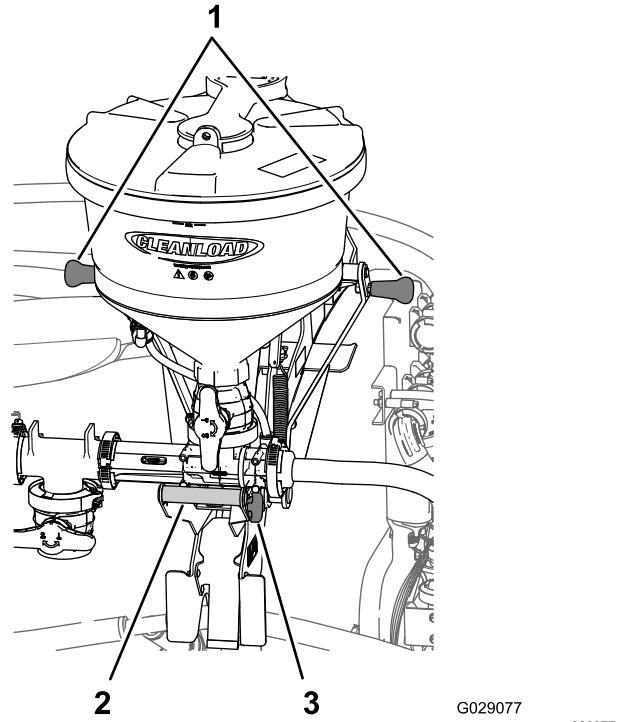
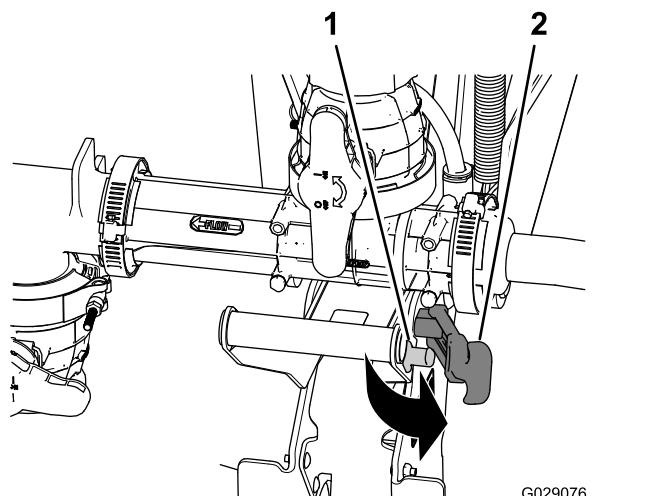
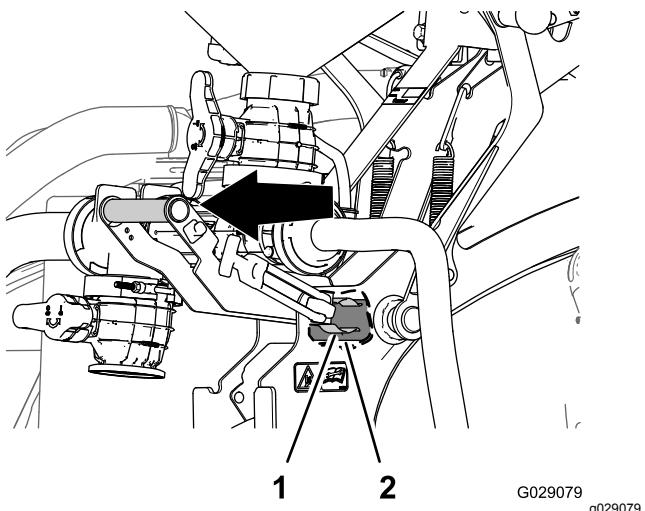
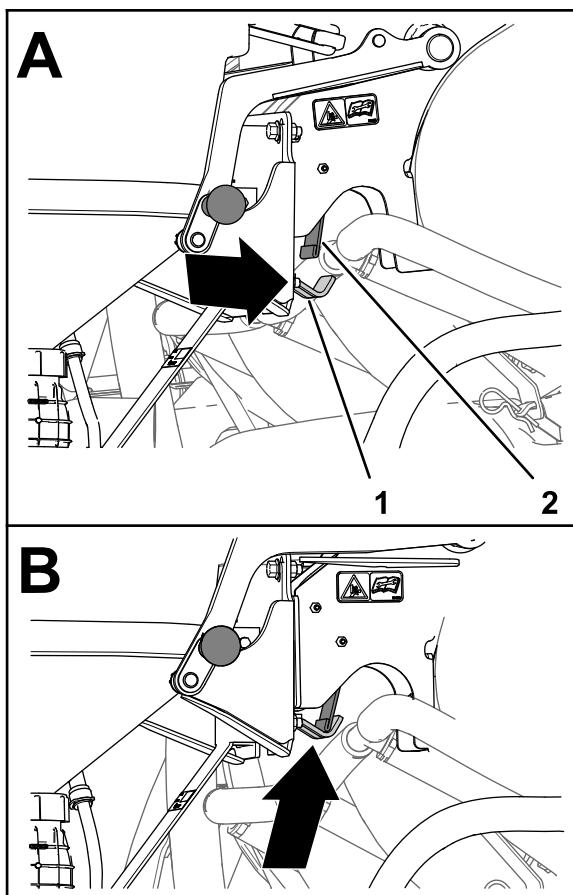

Figure 35
Figure 36
Figure 37
Figure 40
1. Saisissez la poignée du mélangeur et dégarez la poignée de verrouillage de l'ergot de verrouillage (Figure 35 et Figure 36).
2. Saisissez la poignée du mélangeur au sommet du berceau en plus de la poignée du mélangeur, et tirez dessus jusqu'à ce que le clip élastique se dégage du tube de pivot (Figure 35 et Figure 37).
5. Lorsque le verrou de la plaque d'appui se trouve sous la plaque élastique (A de Figure 40), tournez la poignée de mélangeur vers l'intérieur pour que la partie en crochet du verrou soit en face de la plaque élastique (B de Figure 40).
1. Saisissez une poignée au sommet du berceau en plus de la poignée du mélangeur et tirez la poignée du mélangeur vers l'extérieur jusqu'à ce que la partie en crochet du verrou soit alignée à l'extérieur de la plaque élastique (Figure 37 et Figure 40).
4. Poussez la poignée du mélangeur de sorte à éléver le crochet jusqu'à la tige de verrouillage et à engager complètement le clip élastique autour du tube de pivot (Figure 37).
5. Tirez la poignée de verrouillage sur l'ergot de verrouillage (Figure 36).